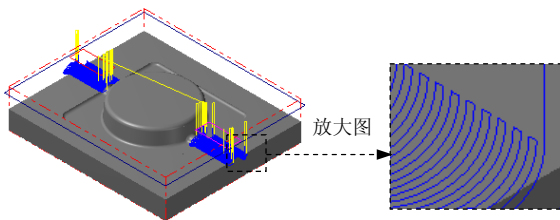

图 12.34 刀具路径
(1) 设置曲面参数。在“曲面精加工平行铣削”对话框中单击 **曲面参数** 选项卡, 然后在 **进给下刀位置** 文本框中输入 5, 在 **加工面预留量** 文本框中输入 0。
(2) 设置精加工平行铣削参数。在“曲面精加工平行铣削”对话框中单击 **精加工平行铣削参数** 选项卡, 然后在 **大切屑间距 (M)** 文本框中输入值 0.2, 在 **加工角度** 文本框中输入 45.0。
(3) 单击 **间隙设置 (G)...** 按钮, 在系统弹出的“刀具路径的间隙设置”对话框中选中 **✓ 刀具沿着切削范围的边界移动** 复选框。在 **切弧的半径** 文本框中输入 3.0, 在 **切弧的扫描角度** 文本框中输入 90.0, 在 **切线的长度** 文本框中输入 0。单击 **✓** 按钮, 系统返回至“曲面精加工平行铣削”对话框。
Step9. 单击“曲面精加工平行铣削”对话框中的 **✓** 按钮, 同时在图形区生成图 12.34 所示的刀具路径。
(1) 在 **刀具路径** 选项卡中单击 **✓** 按钮, 然后单击 **验证** 按钮, 系统弹出“验证”对话框。